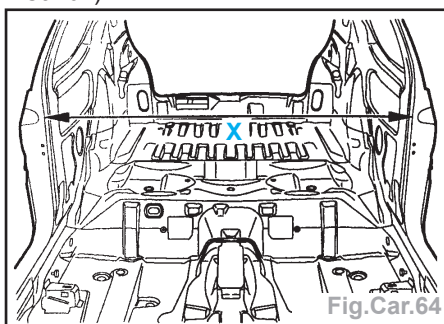

Fig. Car.64
- Contrôler le jeu  $X = 1360 \pm 1$  mm (Fig. Car.64).